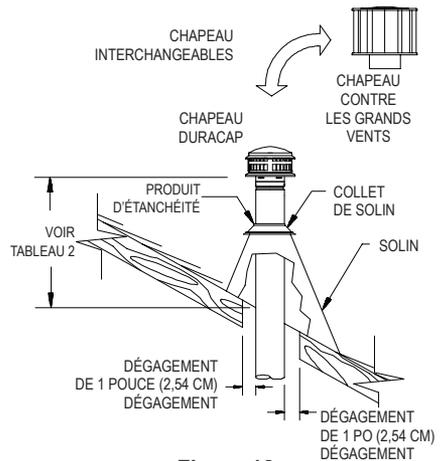

Figure 12
10. Sortie chapeau. Lorsque les sections du conduit traversent le toit, un trou doit être découpé pour assurer un dégagement minimum (espace d'air) de 1 po (2,54 cm) entre le conduit et les matériaux de construction. Le conduit situé au-dessus du toit doit être droit et avoir au moins 1 pi de hauteur. (**Voir le tableau 2**) Un solin de toit doit être placé sur le conduit et ajusté de façon à ce qu'il épouse parfaitement le toit et la section du conduit maintenue dans une position qui offre un dégagement minimum de 1 po (2,54 cm) par rapport aux combustibles. Le solin doit ensuite être cloué sur le toit. Le matériau de couverture (bardeaux, papier asphalté, etc.) doit recouvrir le bord supérieur (côté amont) du solin. Un produit d'étanchéité non durcissant doit être utilisé autour des bords de la base du solin, au point de contact avec le toit. Un produit d'étanchéité non durcissant doit être placé autour du joint entre le solin et la section du conduit verticale. Le collet de solin doit ensuite être placé sur ce joint, afin de réaliser un joint étanche. (**Figure 12**) Ajoutez suffisamment de sections du conduit pour atteindre la hauteur minimale spécifiée dans le **tableau 2** (**voir la page suivante**). Pour raccorder le chapeau au conduit, tenez le capuchon par son collet, faites glisser le collet sur les ergots de verrouillage du conduit et verrouillez en le tournant dans le sens des aiguilles d'une montre. Les chapeau d'un diamètre supérieur à 16 po (40,64 cm) ne se verrouillent pas par rotation, mais sont fixés à l'aide de vis à tête.